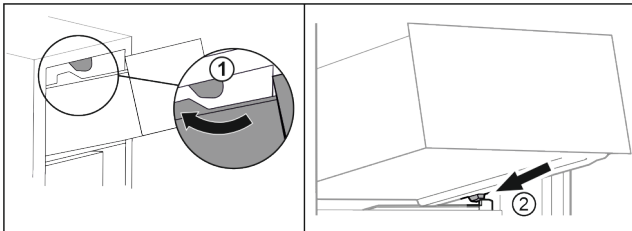

Fig. 102
- Guider le tiroir en contournant les butées supérieures. Fig. 102 (1)
- Placer le tiroir, en l'inclinant, derrière les butées inférieures sur la nervure de récipient. Fig. 102 (2)